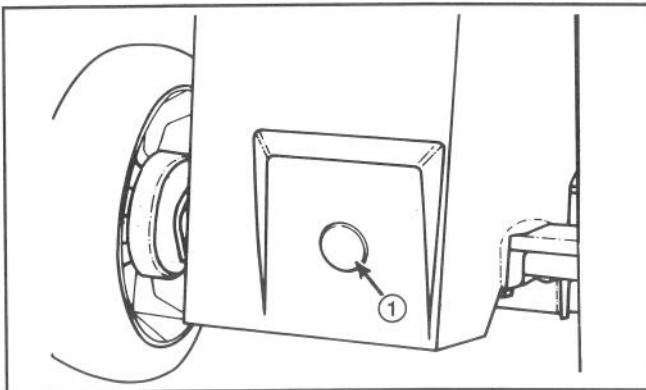

Figure 27
3. Régler sur la hauteur de coupe maximum (E).
4. Retirer le bouchon d'accès en plastique à l'arrière de la tondeuse (fig. 27).